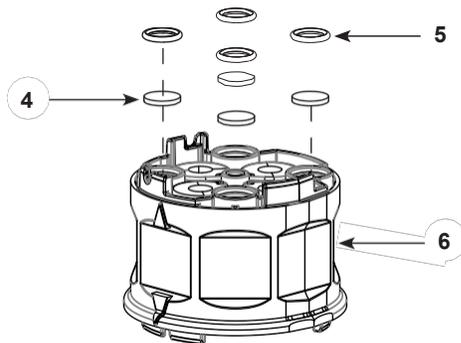

Figura 23 Assemblaggio dell'alloggiamento della valvola a farfalla
NOTA: Ogni volta che la pompa viene smontata, la guarnizione del blocco Y (voce 10 nella Figura 23) deve essere sostituita.
2. Vedere Figura 23. Assemblare i dischi del filtro (4) e gli O-ring (5) nel blocco della camera della valvola di sicurezza (6).